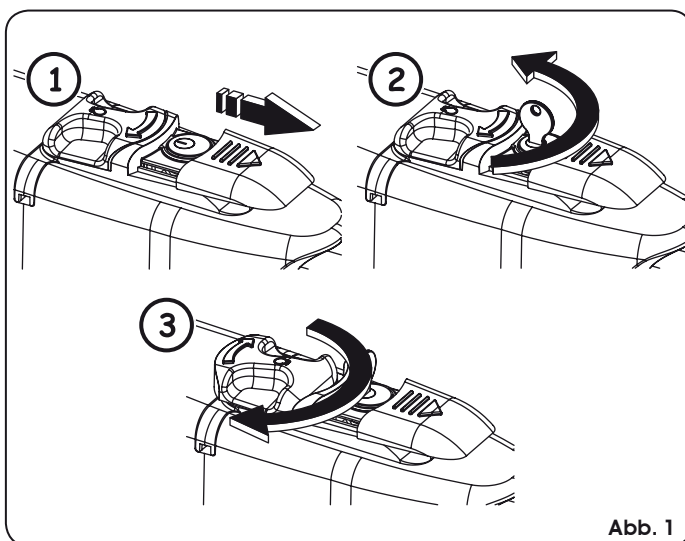

Abb. 1
2. Die Schutzhaube – Abb. 1/1 – gleiten lassen.
3. Den Schlüssel einstecken und um 90° drehen, Abb. 1/2.
4. Zur Freigabe des Antriebs den Bedienhebel um 180° in Richtung des auf dem Freigabesystem angegebenen Pfeils drehen, Abb. 1/3.